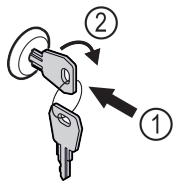

Fig. 68 Ilustrační zobrazení
- Klíč zasuněte dovnitř Fig. 68 (1).
- Otáčejte klíčem o 90° ve směru hodinových ručiček Fig. 68 (2).